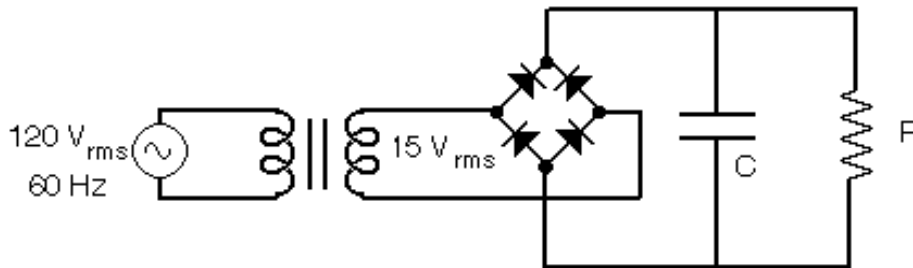

Figura 2. Rectificador de onda completa con filtro capacitivo
5.- Para el circuito de la Figura 2, el rectificador de onda completa con filtro capacitivo, explique brevemente cómo funciona este circuito y cuál es su objetivo fundamental. Haga un esquema de la forma de onda de los voltajes en la entrada y la salida del rectificador, indicando los tiempos de interés.
6.- Haga una corrida en SPICE del circuito de la Figura 2 con los valores de componentes indicados por su profesor, analizado los voltajes y corrientes en todos los componentes. Debe llevar este archivo al laboratorio para realizar nuevas corridas con diferentes conjuntos de datos.
8.- Monte el circuito de la Figura 2 con los valores indicados por su profesor. Verifique la operación de este rectificador de onda completa con filtro capacitivo observando en primer lugar la forma de onda a la entrada del rectificador y luego sobre la carga (no simultáneamente porque no hay punto común). Registre dichas señales. Mida con el osciloscopio los siguientes datos: